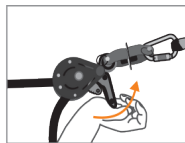

Fig. 5
Før at afmontere livlinen, træk i knasthåndtaget (4) (Fig. 5). Afhængt det hele, og pak det i den originale taske. Efterlad ikke livlinen installeret efter et indgreb, den skal maksimalt installeres for en dags indgreb.